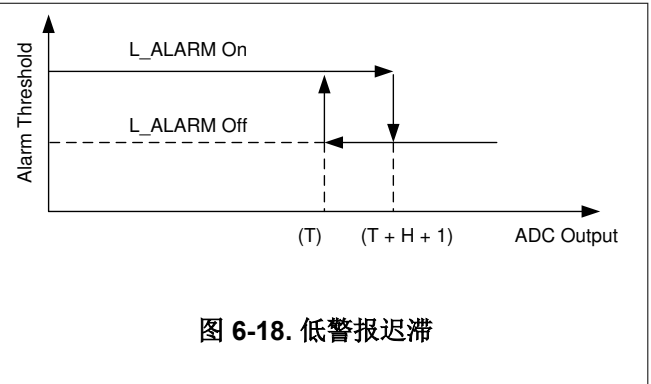

图 6-18. 低警报迟滞
同样，当数字输出降至低于低警报下限 [低警报阈值 (T)] 时，触发输入低警报。当数字输出大于或等于低警报上限 [低警报 (T) + H + 1] 时，警报会复位。图 6-18 显示了此功能。